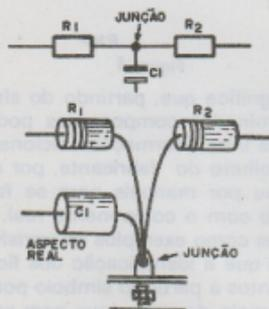

Figura 6
c) As uniões entre fios são representadas por um ponto (figura 6), e nem sempre